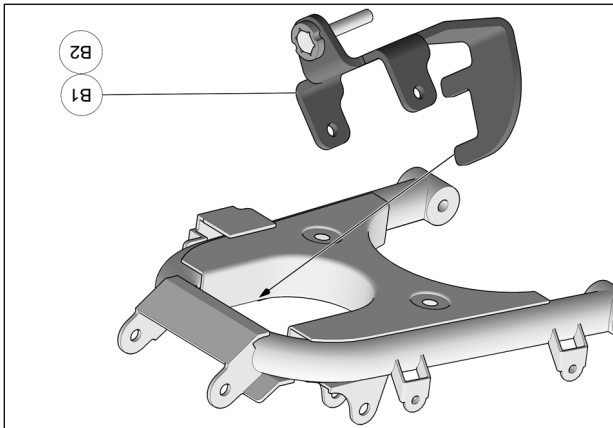

Fig. 6
6. Placer l'ancrage (B1-B2) sous le bras de suspension inférieur et insérer la partie arrière de l'ancrage en forme de C au bras de suspension tel que montré à la Fig. 6